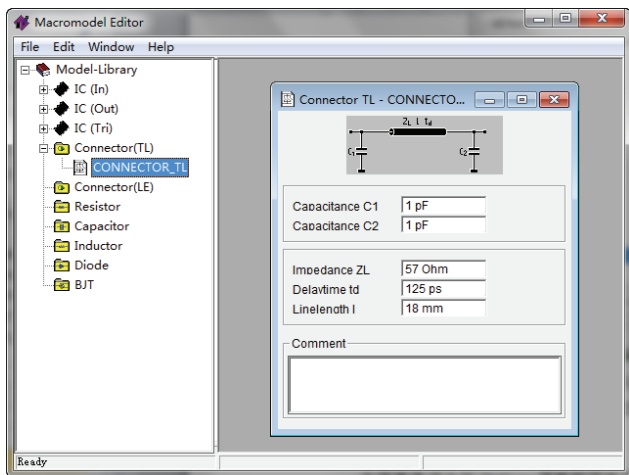

图 7-40 宏模式编辑器主窗口
1) “Macromodel Editor”选项：该选项将启用宏模式编辑器，允许用户管理自己的缓冲器模式，或者创建新的模式，如图 7-40 所示。